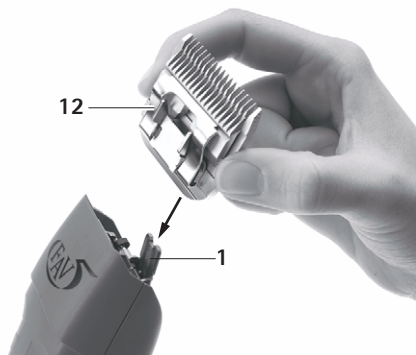

Рис. 2
- Насадить стригущую головку **12** на открытый шарнир ножа **1**, см. Рис. 2.